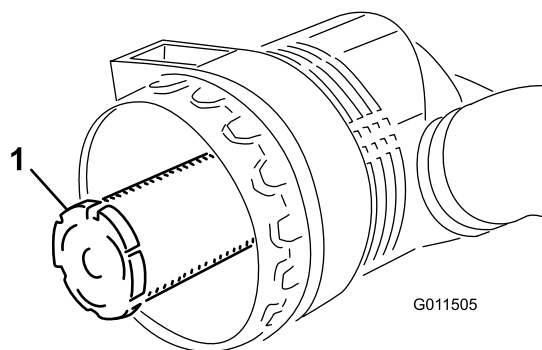

Figura 55
**Importante:** Non cercate mai di pulire il filtro di sicurezza (Figura 55). Sostituitelo con uno nuovo ogni tre revisioni del filtro primario.